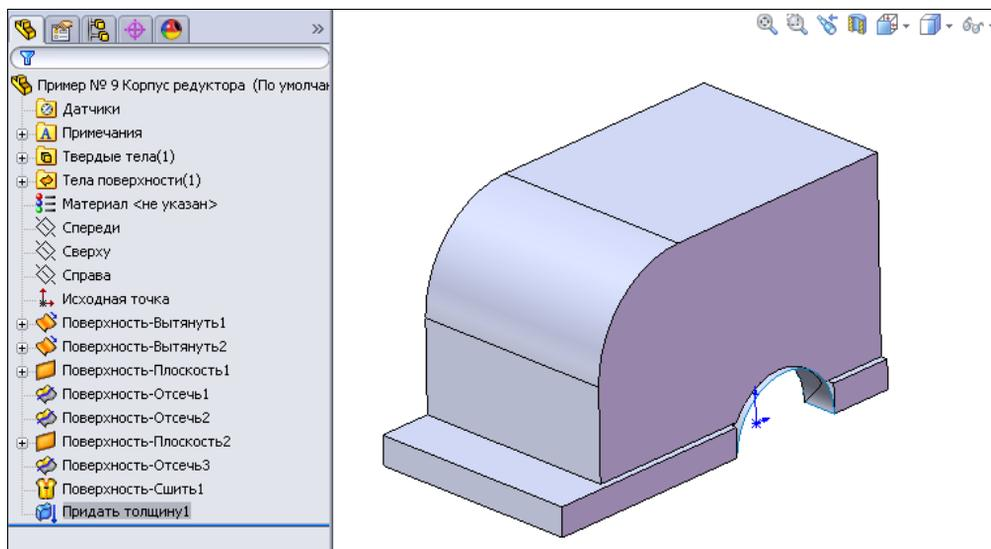

Рис. 2.111
20. В заключение нажмем кнопку **ОК**  , в результате получим следующую деталь (рис. 2.111).